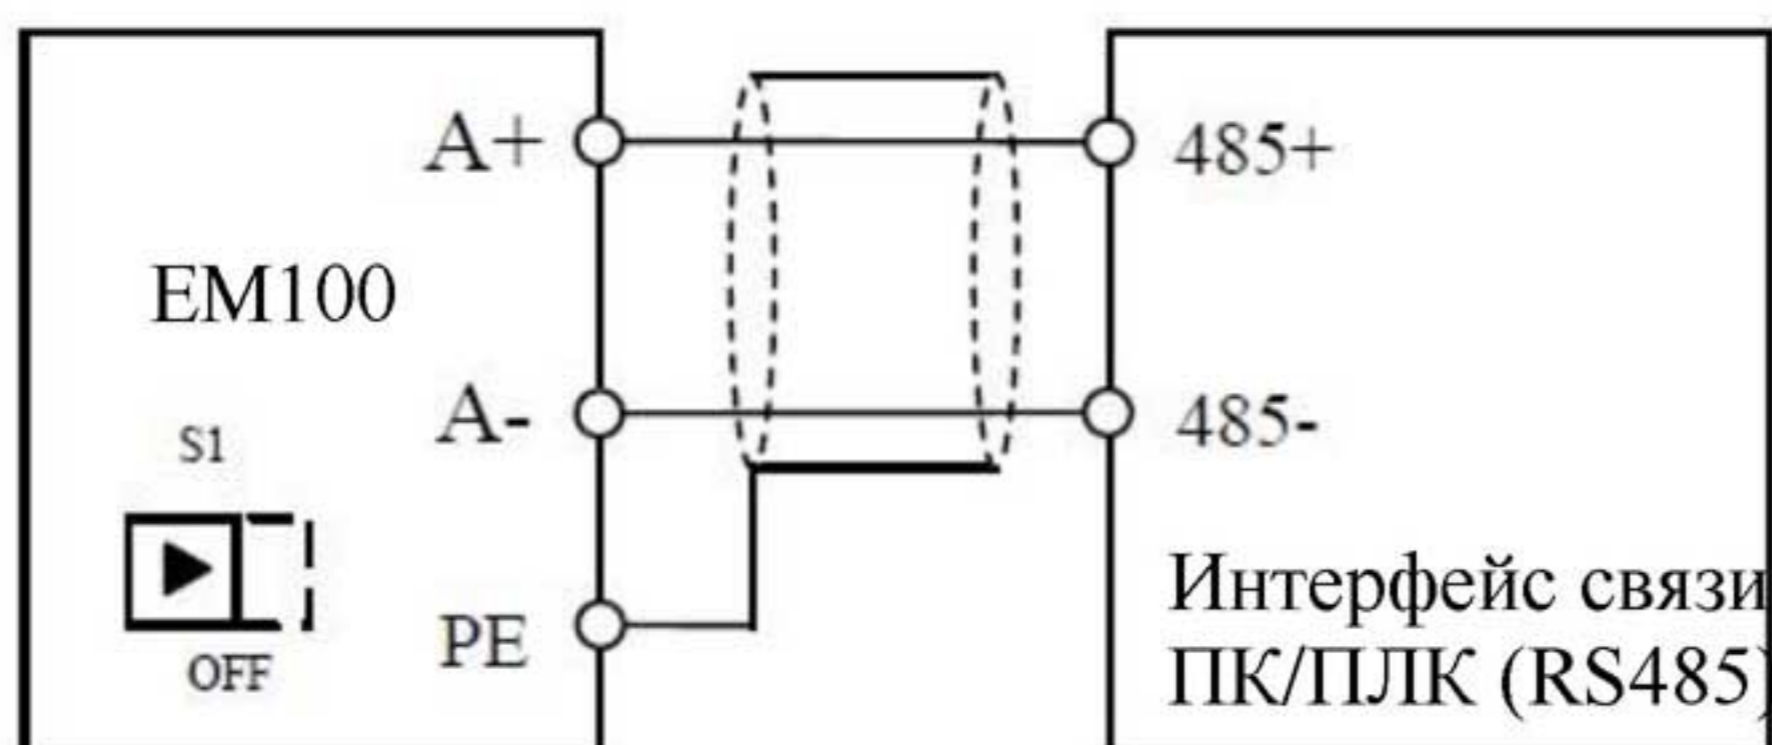

Рис. 3-19 Соединение одного ПЧ с ПК/ПЛК по RS485
1. Схема подключения одного ПЧ к ПК/ПЛК показана на Рис. 3-19: